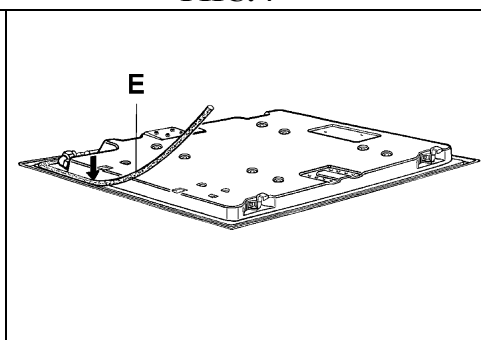

РИС. 9
- Переверните рабочую поверхность, Правильно расположите прокладку “Е” (рис. 9) под краями рабочей поверхности таким образом, чтобы внешняя сторона прокладки точно совпала с внешним краем рабочей поверхности. Края полосок должны совпадать, не выступая друг над другом.